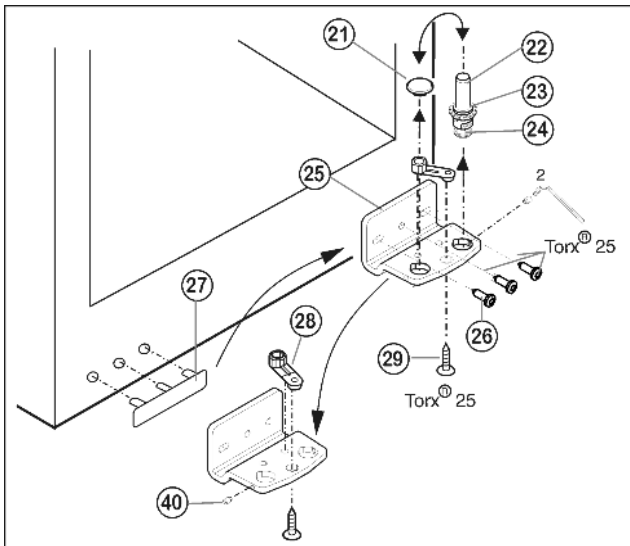

Fig. 7
- ▶ Borgpen Fig. 7 (40) met de meegeleverde inbussleutel ca. 1 omwenteling uitdraaien.
- ▶ Lagerbout Fig. 7 (22) compleet met schijfje Fig. 7 (23) en stelvoetje Fig. 7 (24) naar boven eruit draaien.
- ▶ Stop Fig. 7 (21) eraf halen.
- ▶ Lagerbus Fig. 7 (25) losschroeven Fig. 7 (26).
- ▶ Borgpen Fig. 7 (40) geheel uitdraaien en aan de tegenoverliggende zijde in de lagerbus draaien, tot de pen op één lijn met de lagerbus ligt.
- ▶ Lagerdeel Fig. 7 (28) losschroeven Fig. 7 (29) en in het tegenoverliggende opnamegat van de lagerbus omzetten en weer vastschroeven.
- ▶ Stop Fig. 7 (21) weer in het andere gat aanbrengen.
- ▶ Afdekking aan de greepzijde Fig. 7 (27) voorzichtig optillen en op de tegenoverliggende zijde plaatsen.
- ▶ Lagerbus Fig. 7 (25) aan de nieuwe scharnierzijde evt. met behulp van een accuschroevendraaier weer **goed (met 4 Nm)** vastschroeven.
- ▶ Lagerbout Fig. 7 (22) compleet met schijfje en stelvoetje weer indraaien.
- ▶ Borgpen Fig. 7 (40) vastdraaien.
- ▶ Plaats de onderste deur van boven op de onderste lagerbout Fig. 7 (22).
- ▶ De deuren eventueel via de beide langgaten in de onderste lagerbus Fig. 7 (25) en middelste lagerbus Fig. 5 (13) ten opzichte van de kast uitlijnen. Eerst de middelste schroef in de onderste lagerbus Fig. 7 (25) uitdraaien.